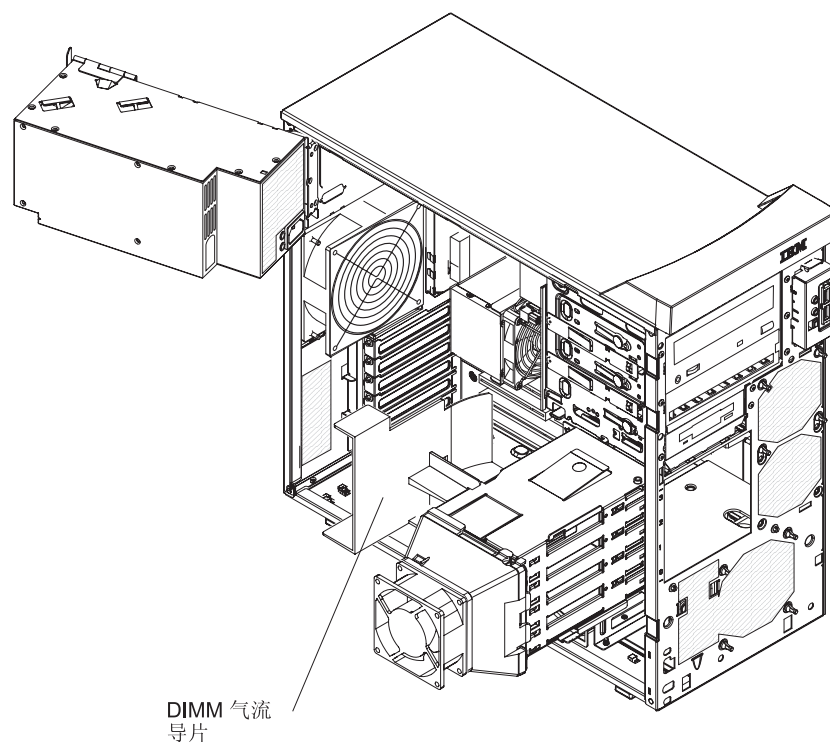

图 49. DIMM 气流导片
6. 按住驱动器仓释放杆；然后将驱动器仓从机架中完全旋出，直至驱动器仓顶部的固定卡口锁定到位。（请参阅图 49）。